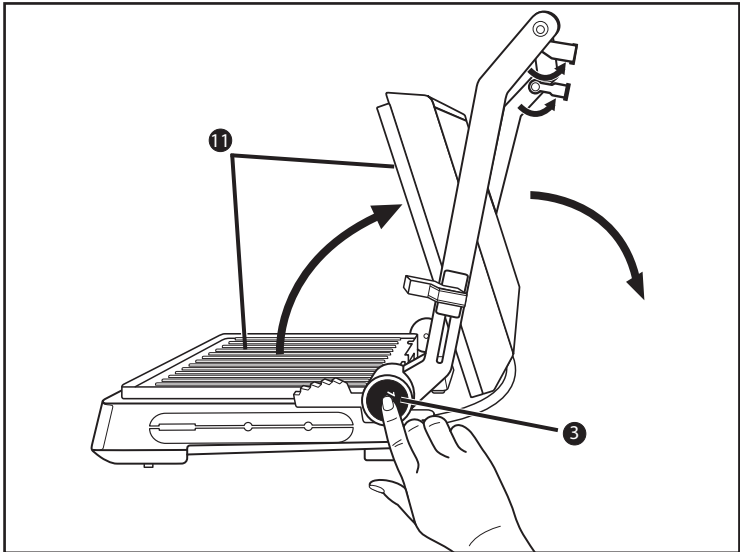

Bild 1
- 1) Fäll ut de båda stödfötterna **1** (bild 1).
- 2) Tryck på upplåsningsknappen 180° **3** (bild 1) och öppna locket så att båda värmeplattorna **1** kan användas som bordsgrill.